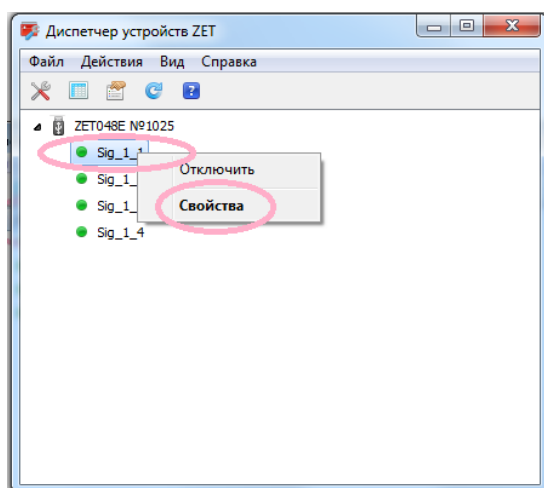

Рисунок 13
- в окне программы «Диспетчер устройств ZET» вызвать правой кнопкой мыши контекстное меню канала №1 (Sig_1_1) регистратора и выбрать в нем «Свойства» (Рисунок 13).